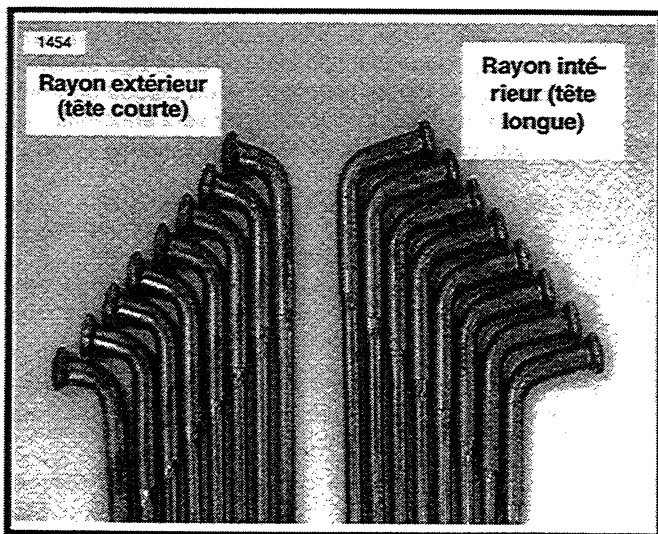

Figure 2-10. Identification des rayons
- Voir Figure 2-10. Divisez les rayons en deux groupes. Les rayons intérieurs ont la tête longue, les rayons extérieurs ont la tête courte. Il existe aussi des rayons et des écrous à pas fin ou pas épais. Ne mélangez pas les écrous et les rayons de pas différents. Gardez les écrous à pas fin avec les rayons à pas fin et les écrous à pas épais avec les rayons à pas épais.